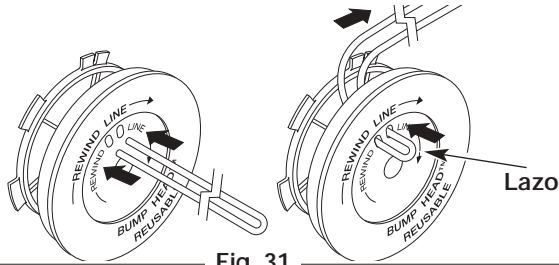

Fig. 31
6. Tome aproximadamente 25 pies (7.6 m) de nueva línea de corte, enlácela en dos longitudes iguales. Inserte cada extremo de la línea a través de uno de los dos orificios del carrete interior (Fig. 31). Pase la línea a través del carrete interior de modo que el lazo sea lo más pequeño posible.